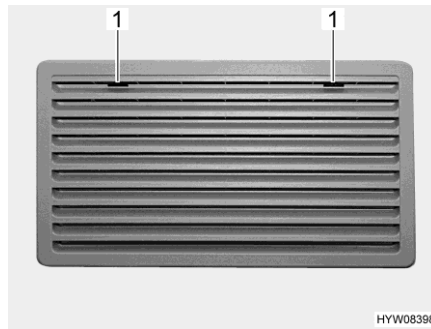
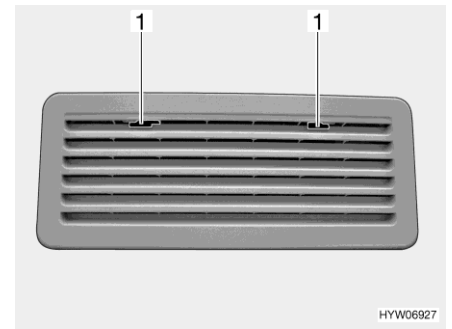

Fig. 245 Griglia di aerazione del frigorifero (Thetford grande)
Fig. 246 Griglia di aerazione del frigorifero (Thetford piccolo)
- Spingere verso il centro l'arresto (Fig. 245,1 o Fig. 246,1).